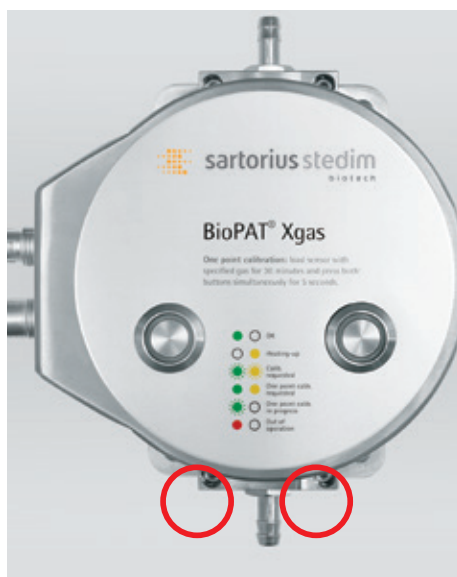
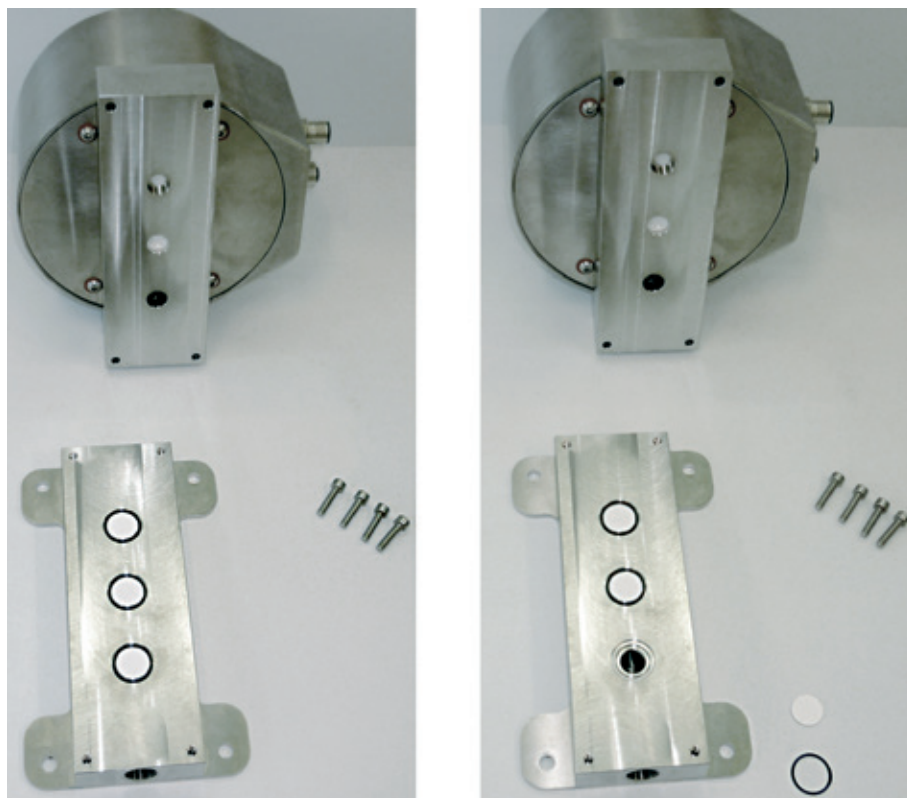

Fig. 8: Viti per il fissaggio del sensore sull'adattatore del flusso
Fig. 9: Sostituzione dei filtri
Quindi premere entrambi i tasti contemporaneamente per 5 secondi (fig. 8).
2. Svitare le quattro viti visibili dall'alto (vedere fig. 8). Rimuovere la piastra del fondo e posizionarla in modo tale da poter vedere i filtri (fig. 9).